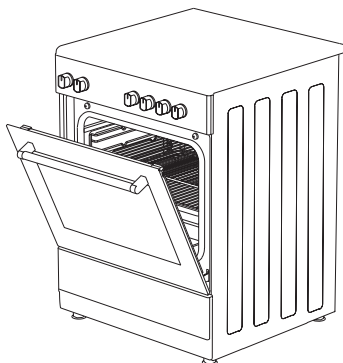

Figura 11
3. Vendosni panelin e sigurisë nën panelin e kontrollit duke hapur derën e përparme të xhamit të furrës. (figura 11)